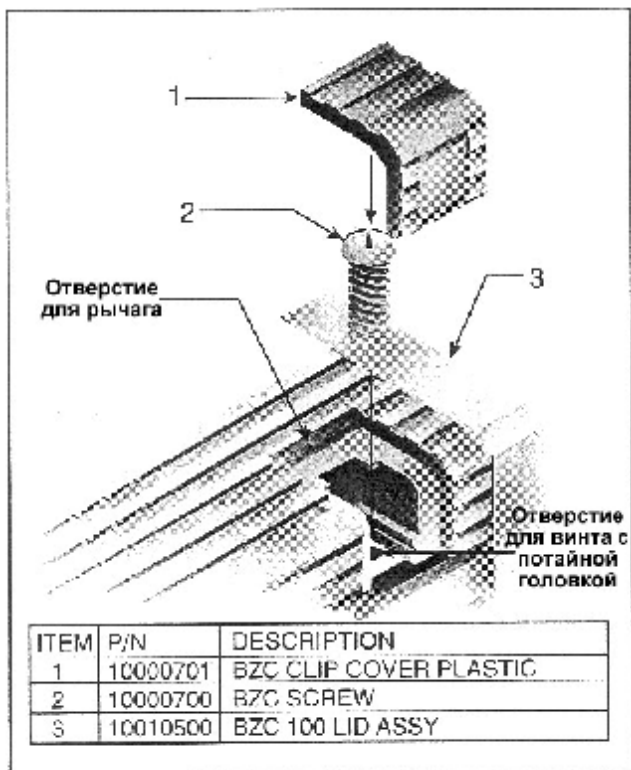

Рисунок 6. Деталь крышки контроллера Roberts Gordon® BZC 100
3.2.2 Снимите крышку контроллера, вывинтив четыре крепежных винта. См. страницу 8, Раздел 3.2.2, рисунок 6 с изображением крышки. Снимите заглушку (1), вставив отвертку с плоским лезвием в желобок (3). Это откроет крепежный винт (2). Повторите ту же операцию для каждого угла контроллера.